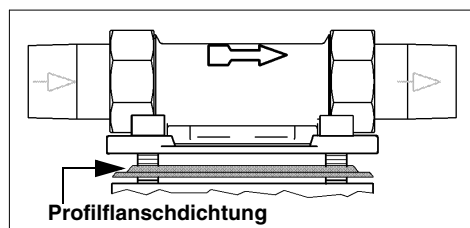

Abb. 1: Einbaudrehflansch
- 7 **Nur alle 4 Jahre:** Benutzte Profilflanschdichtung entfernen und ersetzen. Das Profil der Profilflanschdichtung muss zum Einbaudrehflansch zeigen. (siehe Abb. 1). Wird dies nicht beachtet, so kann es zu Undichtheiten und zum Austreten von Wasser kommen. Dabei können Wasserschäden an Haus und Einrichtung entstehen.